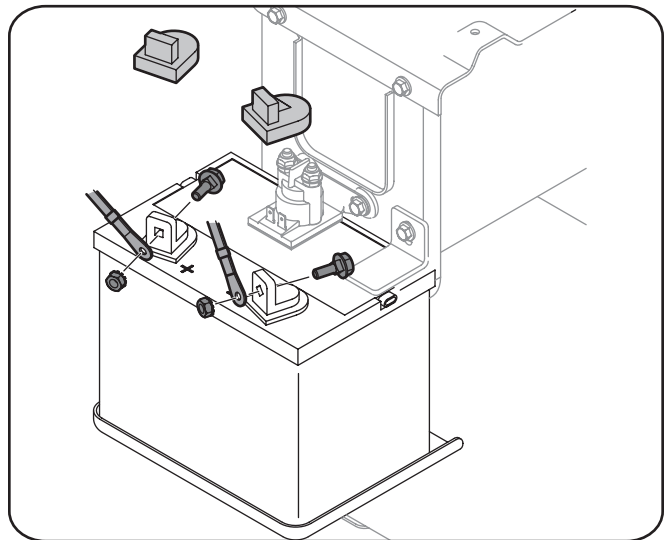

Figura 3-12
2. Retire la tapa de plástico, si está presente, desde el terminal positivo de la batería y conecte el cable rojo al terminal positiva (+) de la batería con uno de los pernos y las tuercas hexagonales, retiradas, utilizando una llave de 7/16 de pulgada y el zócalo. Vea la Figura 3-12.
3. Retire la tapa de plástico, si está presente, desde el terminal negativo de la batería y conecte el cable negro al terminal negativo de la batería (-) con el restante perno y la tuerca hexagonal. Vea la Figura 3-12.